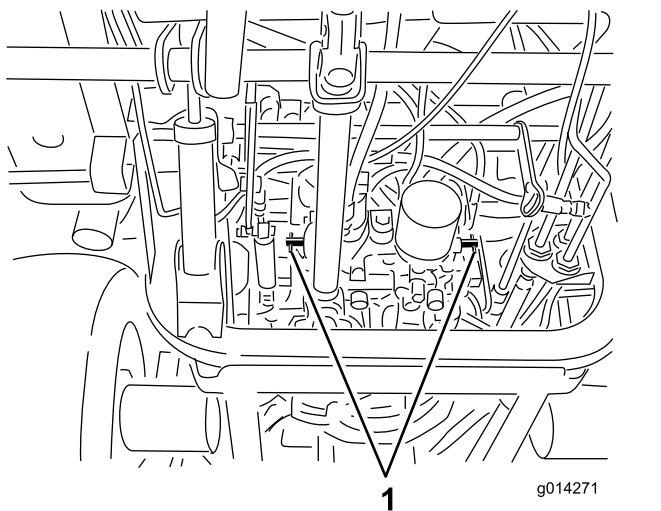

图25
4. 将各个旁通阀分别逆时针旋转1圈图25。
将各个旁通阀分别顺时针旋转1圈并用手拧紧上紧扭矩至约8N·m 图25。